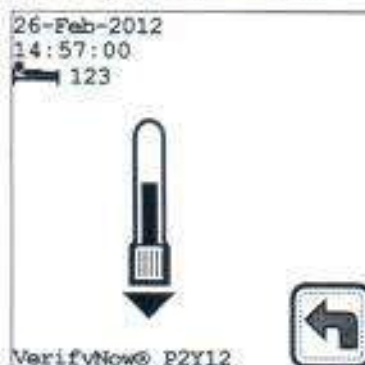

Figura 5-10 Insertar el tubo
11. Espere a que se muestre el ícono de Insertar el Tubo, luego inserte la muestra en el pocillo de muestra del dispositivo de prueba con el tope de goma de cara hacia abajo, para que la aguja atraviese completamente el tope (Figura 5-10). El instrumento emitirá dos pitidos audibles cuando el tubo esté completamente insertado.